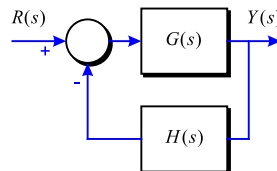

Figura 5-9
**Problema 137** Un sistema enllaç tancat com el de la Figura 5-9 té  $H(s) = 1$  i  $G(s) = \frac{K}{s(\tau_1 s + 1)(\tau_2 s + 1)}$  amb  $\tau_1 = 0.02$  i  $\tau_2 = 0.2$  s.